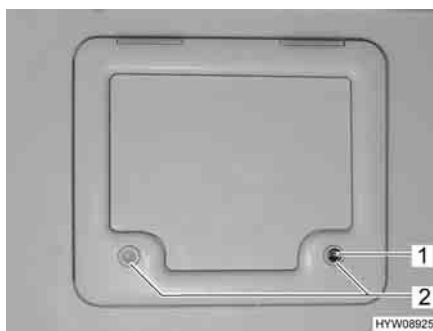

Fig. 29 Sportello per serbatoio fecale/gavone
- Inserire la chiave nel cilindro della serratura a pressione (Fig. 29,1) e ruotare di un quarto di giro.
- Premere contemporaneamente con i pollici entrambe le serrature a pressione (Fig. 29,2) e aprire lo sportello del serbatoio fecale.
- Inserire la chiave nel cilindro della serratura (Fig. 29,1) e ruotare di un quarto di giro.